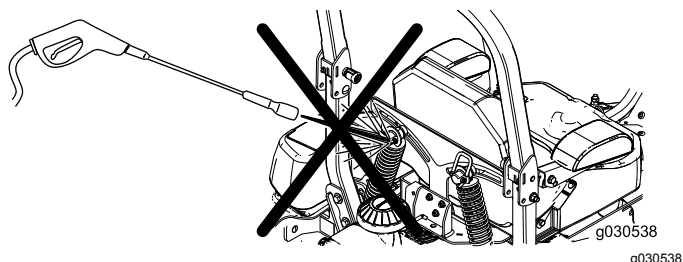

Figura 81
**Nota:** Non pulite i gruppi ammortizzatore con acqua sotto pressione (Figura 81).